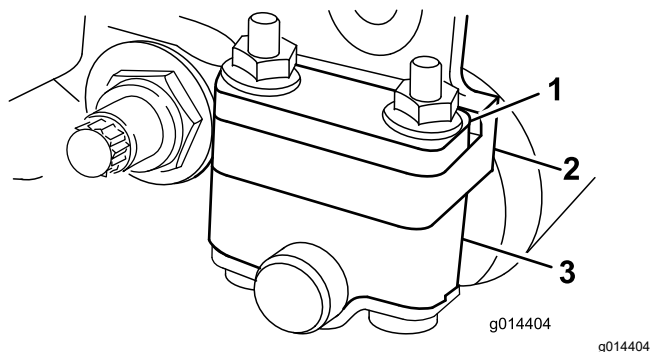
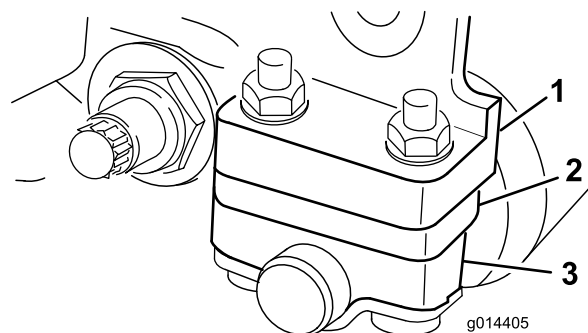

Bild 10
Bild 11
Abhängig von dem gewünschten Schnitthöhenbereich, Heckrollenhalterungen (Bild 10 oder Bild 11) auf die Unten-oder Hohe-Stellung einstellen:
- Legen Sie das Distanzstück über den Montageflansch der Seitenplatte (Werkseinstellung), wenn die Einstellungen für den Schnitthöhenbereich zwischen 1,5 mm und 6,0 mm liegen, wie in Bild 10 abgebildet.
Einstellungen für den Schnitthöhenbereich zwischen 3 mm und 25 mm liegen, wie in Bild 11 dargestellt.
4. Legen Sie die Distanzstücke je nach Bedarf über oder unter den Rollenhalterungen auf die Schrauben (Bild 10 oder Bild 11).